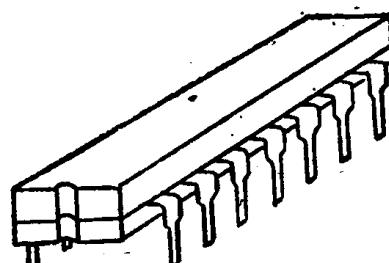

图 1-5 双列直插 IC 电 路
集成 电 路 (IC) 是一种微型化的固体组件，它能完成许多晶体管、二极管、电阻以及电容器的工作。电视机中用的 IC 电路是一种双列直插 IC 电 路，如图 1-5 所示。它是一种半导体模拟集成电路。